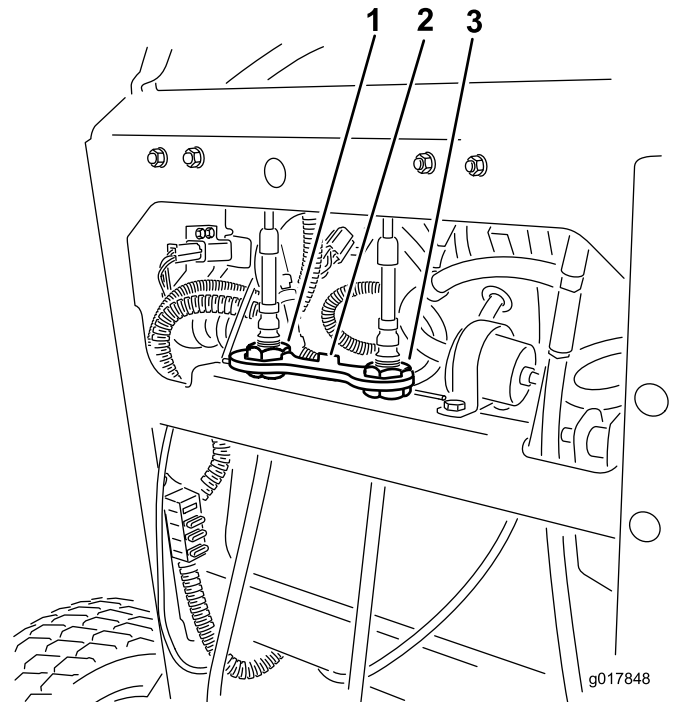

Figura 72
6. Instale la pletina de bloqueo sobre las tuercas de ajuste de los cables para afianzar el ajuste (Figura 72).